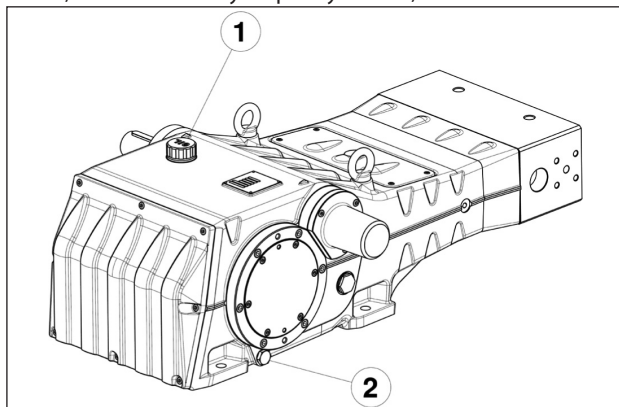

Рис. 1
Перед тем как приступать к ремонту механических компонентов, необходимо удалить масло из картера. Для слива масла снимите пробку для заливки масла поз. ①, Рис. 1, а затем - сливную пробку поз. ②, Рис. 1.